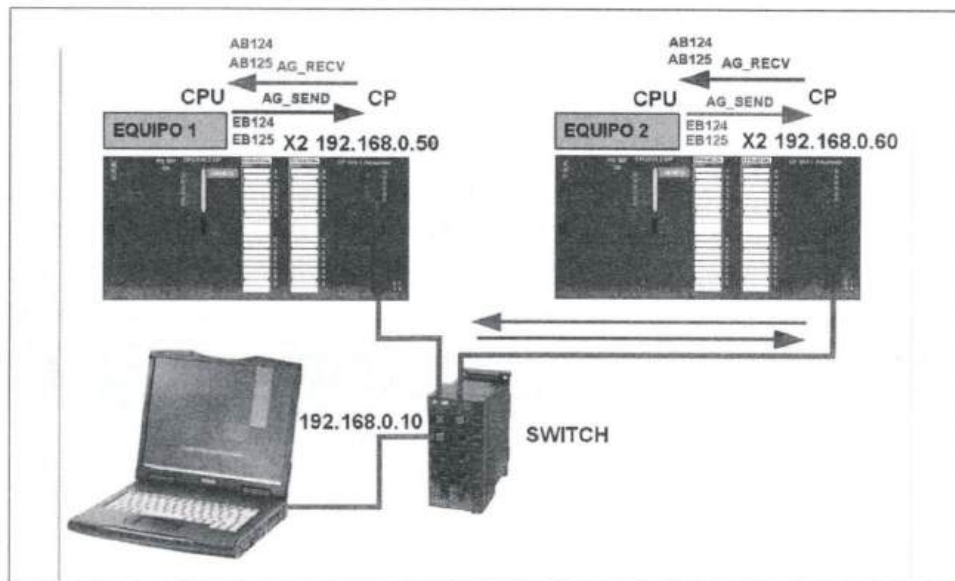

Figura 4.2.1
- Utilizando uno o varios switches, los equipos, ya sean PLC o PC se van conectando al switch. Nos quedará una topología de red en estrella, tal como podemos ver en la figura 4.2.1. La conexión de los equipos al switch se realiza desde los puertos P1 o P2 de la conexión X2.